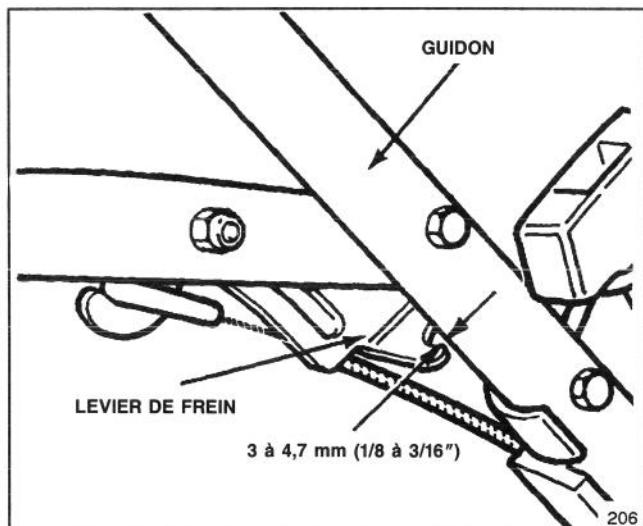

**Figure 28**
1. Réglez la hauteur de coupe des roues arrières à 51 mm (2"). Essuyez les raccords de graissage avec un chiffon propre (figure 28). Placez une pompe à graisse dans le raccord et pompez doucement, 2 ou 3 fois, de la graisse tous-usages à base de lithium (type n° 2).